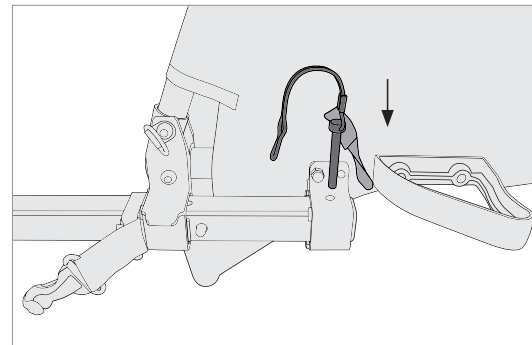

Figura 9
2. Inserte el pasador desde la parte superior a través de los agujeros alineados del receptor y de la barra de remolque (Figura 9).